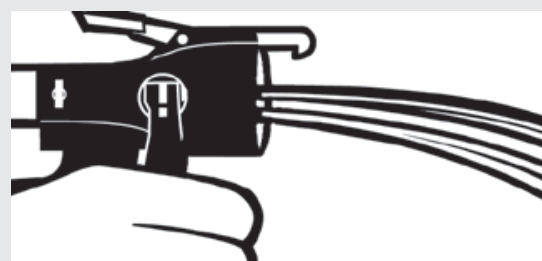

Figura 4.
5. Purgue el sistema en un recipiente de residuos activando el disparador del Dispensador INSTA-FLO™. Cuando los flujos sean equivalentes, libere el disparador, limpie el producto químico de la superficie del dispensador con un trapo limpio y reaplique la vaselina. (Vea la figura 4).